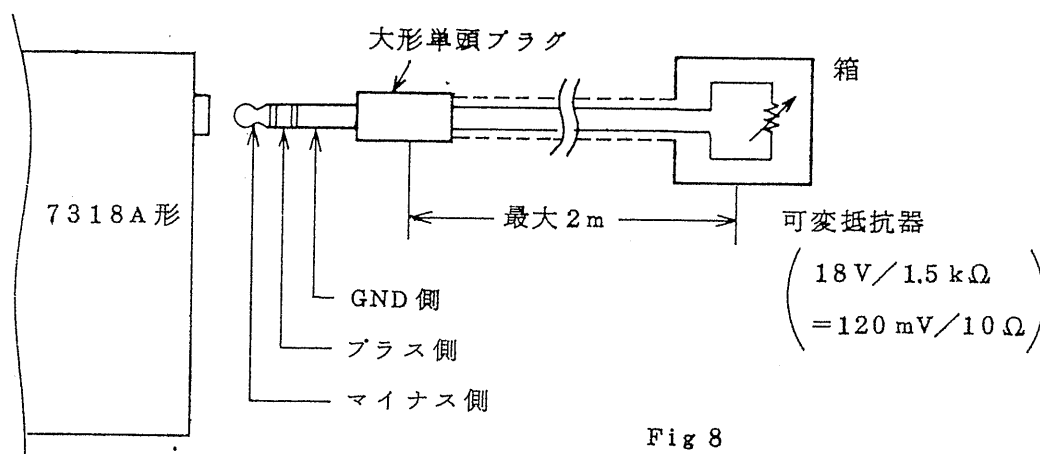

Fig 8
- 1) Fig 8 のように大形単頭プラグと可変抵抗器を 2 芯シールド線で配線して下さい。(シールド線の長さは最大約 2 m までです。) プラグのプラス側とマイナス側にシールド線の芯線を配線し、GND 側にシールド被覆を配線して下さい。